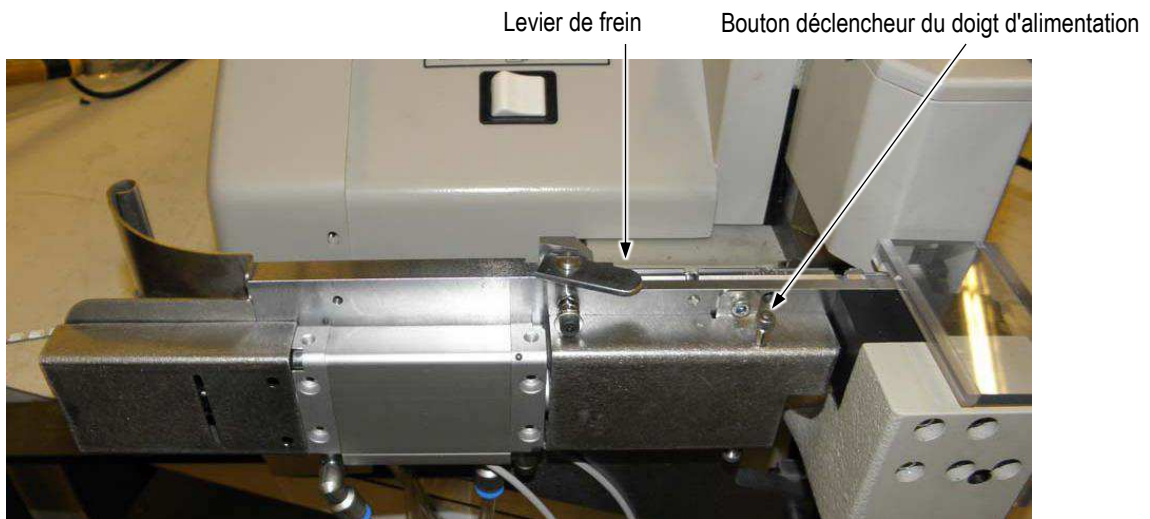

Figure 13
2. Tourner le levier de frein pour débloquer le dispositif et maintenir le frein ouvert (arrière). Faire passer ensuite le bornier dans le guide de la bande et la rainure dans la plaque d'alimentation jusqu'à ce que l'extrémité atteigne le doigt d'alimentation (voir Figure 13).